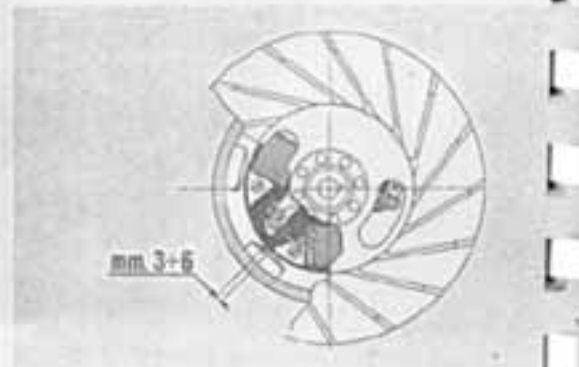

Fig. 74
- b) - Ruotare il supporto bobine in modo da assumere alla bobine di alimentazione bobina esterna la posizione indicata in fig. 74.
5) - Agire attraverso l'asola del rotore e spostare il supporto bobine fino a realizzare le condizioni descritte al paragrafo **b** corrispondenti ai 2 tipi di volano (fig. 73 volano in **Plastiform** - fig. 74 volano del tipo **tradizionale**).